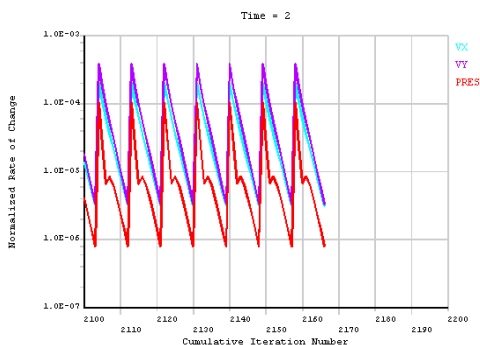

图 9-82 迭代曲线
⑧依次选择 Main Menu→Solution→Run FLOTTRAN, 求解完成后会弹出提示对话框, 单击“Close”按钮关闭。迭代曲线如图 9-82 所示。